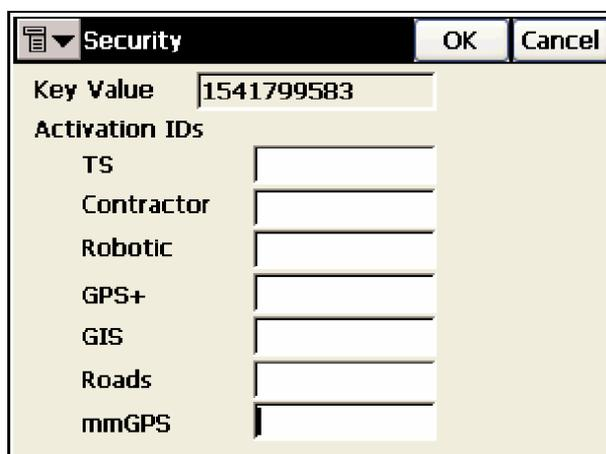

Рисунок 1-12. Экранная форма Security (Доступ)
При первом запуске TopSURV требует ввести код доступа, необходимый для начала работы, при этом отображается экранная форма **Security (Доступ)** (см. рис. 1-12). Обратитесь к представителю Торсон для получения кодов доступа.
- *Activation IDs* - поля, в которые следует ввести коды доступа, предоставляемые Торсон. Эти коды разрешают использование приобретенных Вами программных модулей: *TS (Тахеометр)*, *Contractor (Упрощенный)*, *Robotic (Управление Роботизированным Тахеометром)*, *GPS+ (Управление приемником GPS/ГЛОНАСС)*, *GIS (RT DGPS и PP DGPS) (ГИС, DGPS в реальном времени и камеральная обработка)*, *Roads (Трассы)* и *mmGPS* (см. рис. 1-12).